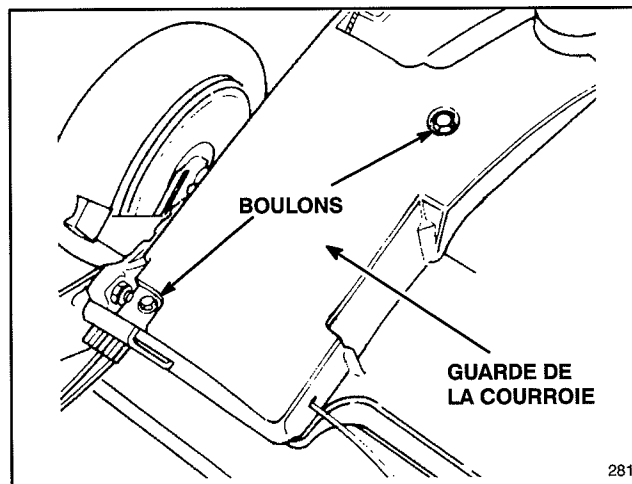

Figure 27
2. Retirer les boulons de fixation de la garde de la courroie (Fig. 27), sur le carter de la tondeuse. Soulever la garde et broser tous les débris accumulés dans cette zone. Replacer la garde.